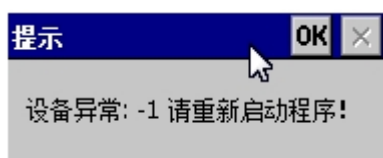

图2.1.1：开机-设备异常
(1)、初始化失败，出现如图 2.1.1 提示窗口，则请关闭电源重新启动设备，如重复出现此窗口，请联系厂家；